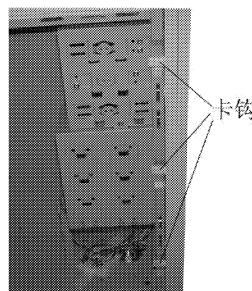

图2-6 机箱面板拆卸示意图
2. 拆卸机箱前面板：掰开面板左右两侧的卡钩(卡钩位置示意图参见图2-6所示)，向外拉出面板。前面板的安装过程与上述操作相反。